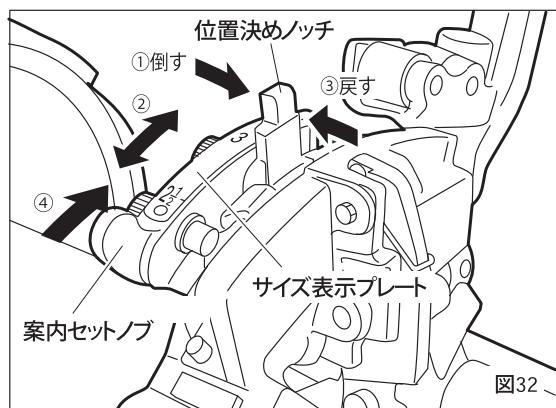

図32
サイズ変更をする場合（図32）
1. 位置決めノッチを図32の矢印①の方向に倒す。
2. サイズ表示プレートに表示されている希望のパイプサイズに位置決めノッチを合せる。（②）
3. 位置決めノッチを矢印③の方向に倒しながら、ノッチの溝に位置決めピンをはめ込む。